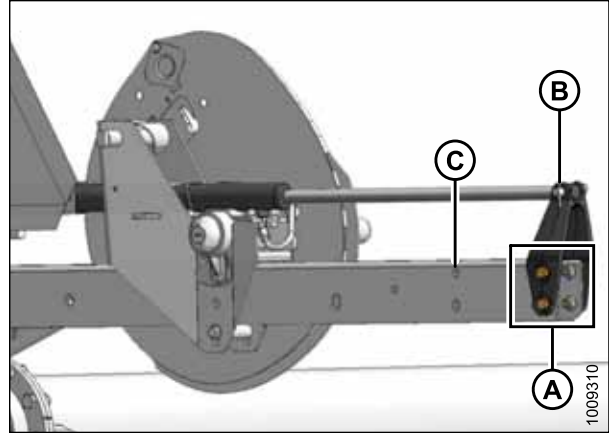

图 3.40: 前置位置
1. 卸下固定油缸支架 (B) 到拨禾轮臂上的四个螺栓 (A)。
2. 调整拨禾轮位置，直到支架 (B) 与所需位置的孔 (C) 对齐：
- 前置位置请参见图 3.40，页码 62